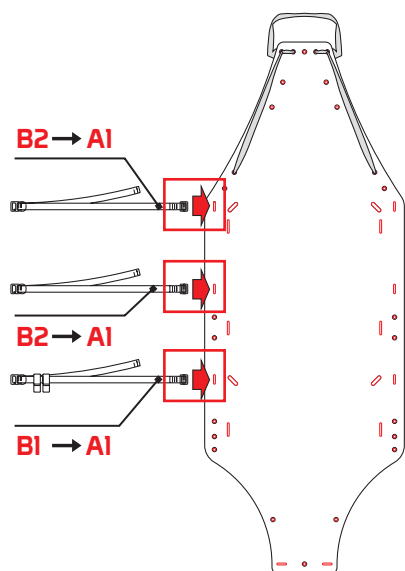

Fig.7
- inserire le fettucce (B1 e B2) nelle asole A1 del piano di appoggio (fig. 7),